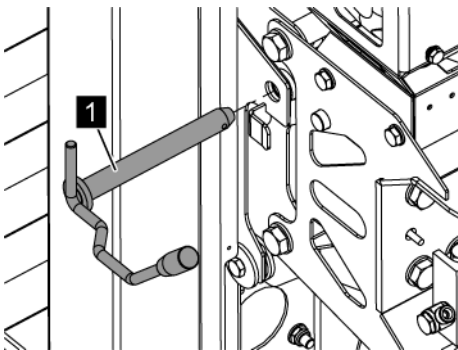

Abb. 156: Korbbolzen herausziehen
7. → Korbbolzen (Abb. 156/1) herausziehen.